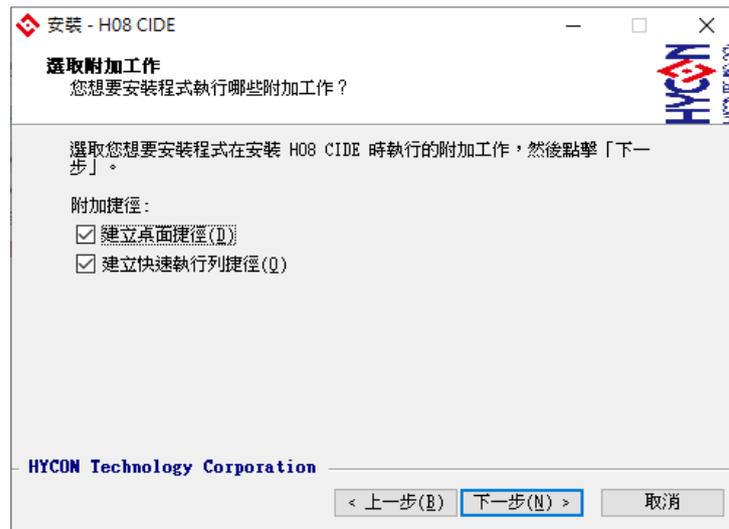

图 1-1
- 解压源软件包后运行  就可以进行软件的安装(步骤如图 1-1), 安装完毕后直接运行HYCONH08 CIDE 目录下的  就可以开启软件并进行操作。